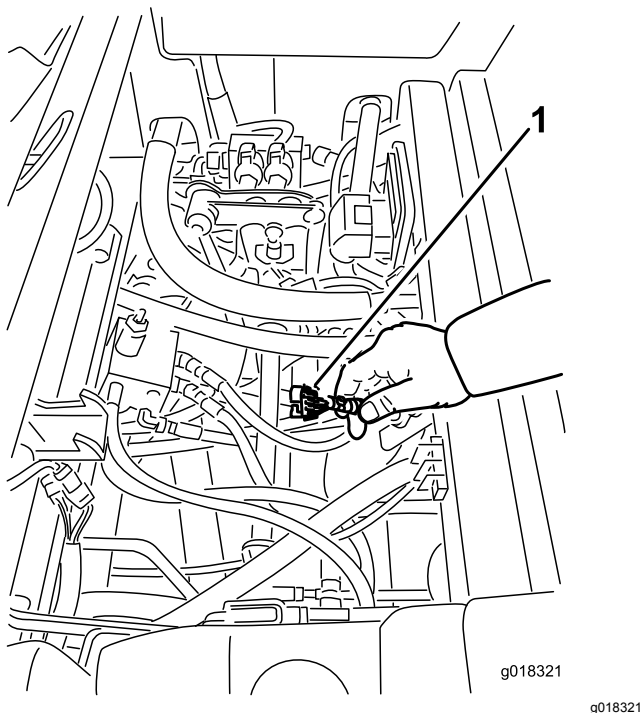

Figure 39
3. Localisez le faisceau de câblage et les connecteurs près du contrôleur (Figure 39).